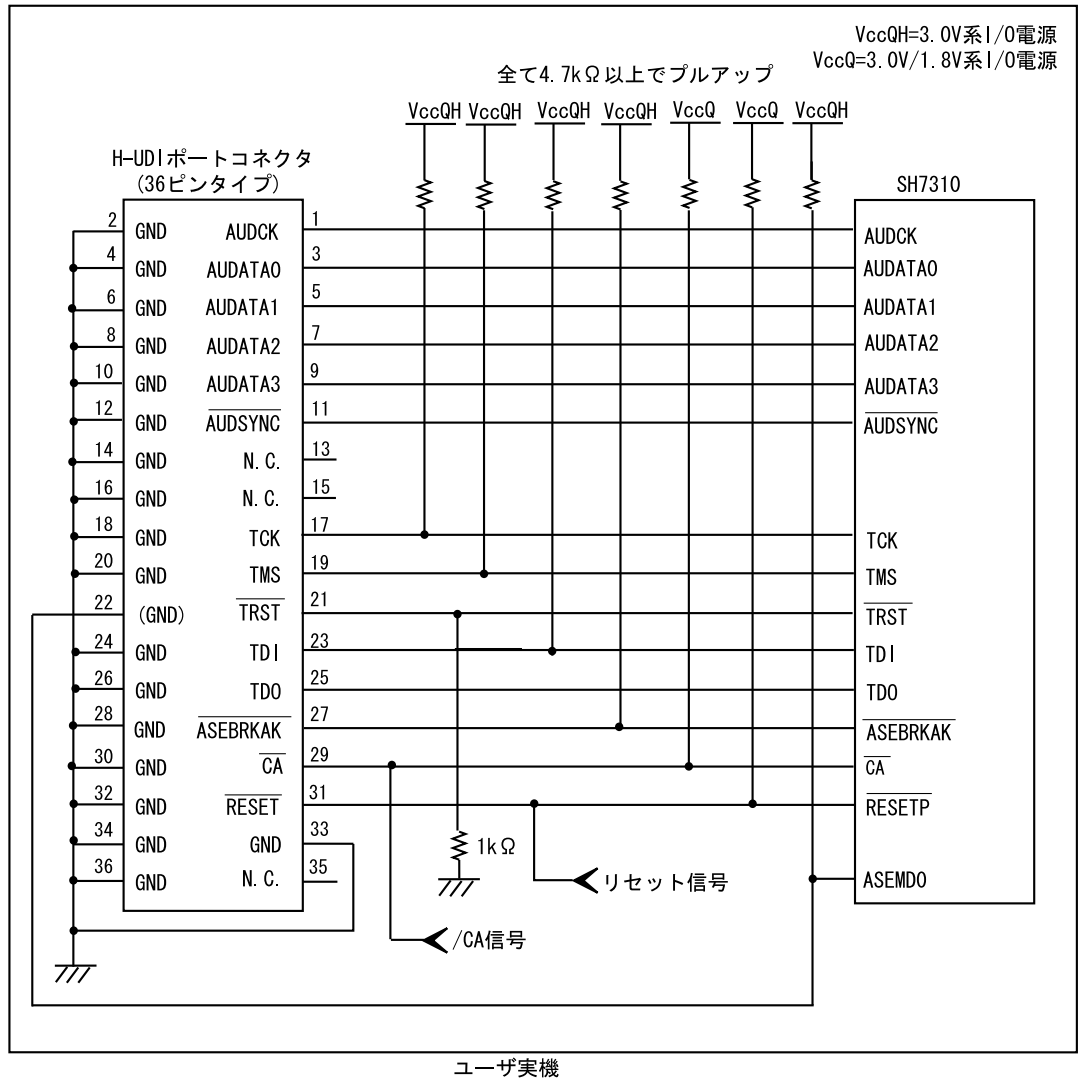

図 1.4 E10A-USB 使用時の H-UDI ポートコネクタ - チップ間の接続例
E10A-USBエミュレータ使用時のH-UDI+AUDポートコネクタ(36ピンタイプ)とチップ間の推奨接続例を図1.3、UVCC未接続時の接続例を図1.4に示します。
- E10A-USBエミュレータのスイッチ(SW2=0,SW3=1側)を切り替えることにより29pinを/CA端子として使用することができます。本設定では、UVCC端子にユーザ電源を供給できませんので、ユーザインタフェースのI/O電圧は3.3V固定となります。このとき、15pinはN.C.(オープン)としてください。(図1.4参照)
- 図 1.4 接続例で回路を組んだ場合の E10A-USB エミュレータのスイッチ設定：SW2=0, SW3=1